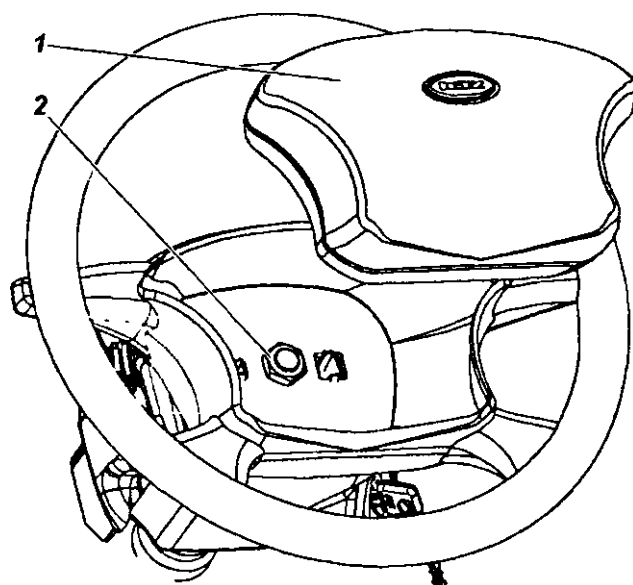

Рис. 12.5. Снятие рулевого колеса
1. Снимите выключатель I (рис. 12.5) сигнала. Для этого аккуратно потяните его на себя.